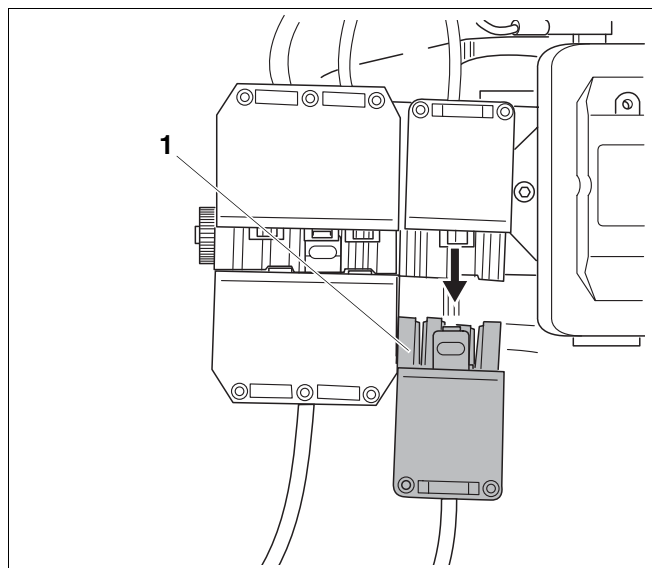

Fig. 14 Réglage de la pleine charge ;
- Débranchez le connecteur à quatre pôles (fig. 14, pos. 1).
- Rebranchez le connecteur à quatre pôles (fig. 14, pos. 1).